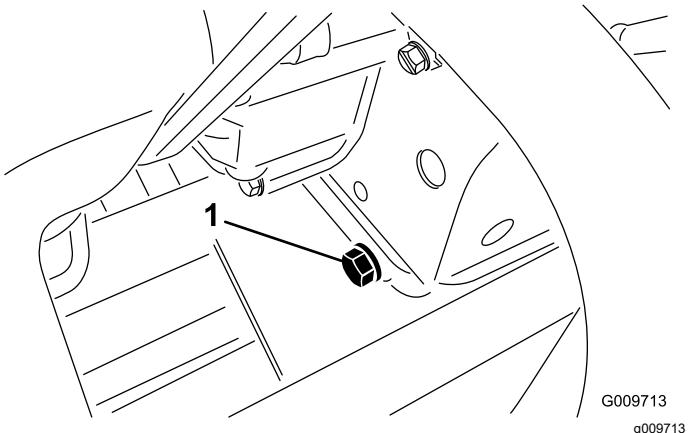

Figura 56
1. Retire el tapón de vaciado (Figura 56) y deje fluir el aceite a un recipiente apropiado. Cuando el aceite deje de fluir, coloque el tapón de vaciado.